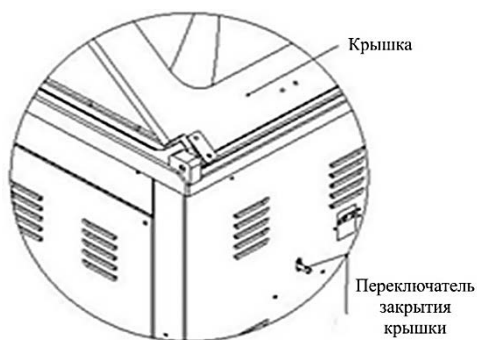

Рис. 12
5. Как показано на рис. 12, когда аппарат не работает и его нужно передвинуть, можно поднять крышку, нажать на переключатель закрытия крышки, опустить крышку как показано на рис. 13. Когда нужно включить аппарат, аккуратно поднимите крышку и опустите, переключатель автоматически возвращается в исходное состояние и крышка может пружинить вверх.